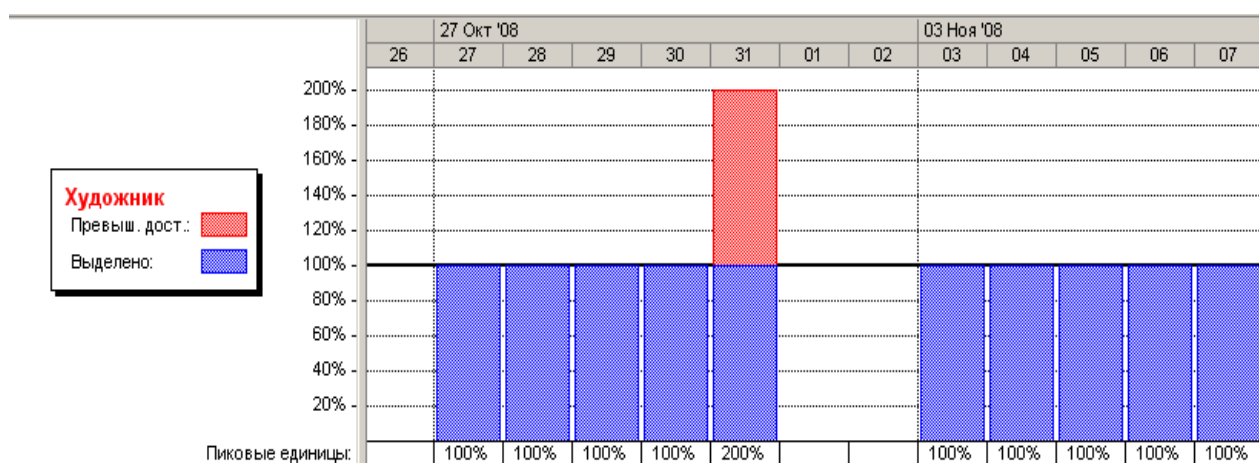

Рис. 40. График ресурсов
- Нажмите (Вид, График ресурсов). При необходимости воспользуйтесь кнопкой прокрутки  в нижней части панели. Информация о проекте будет представлена в выбранном режиме (рис. 40).